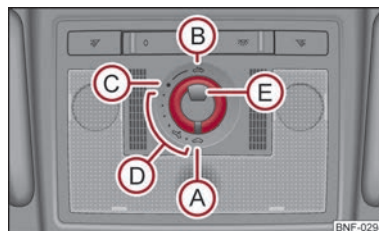

Bild 19 Vridreglage för panorama-soltak
Panorama-soltaket kan endast manövreras med vridomkopplaren när tändningen är tillslagen ⇒ bild 19. Vridomkopplaren har flera lägen.
- Vrid omkopplaren till läge (C) ⇒ bild 19.
- Stäng genom att dra omkopplaren i ursparingen (E) neråt och framåt.
- Vrid omkopplaren till läge (A) ⇒ bild 19.